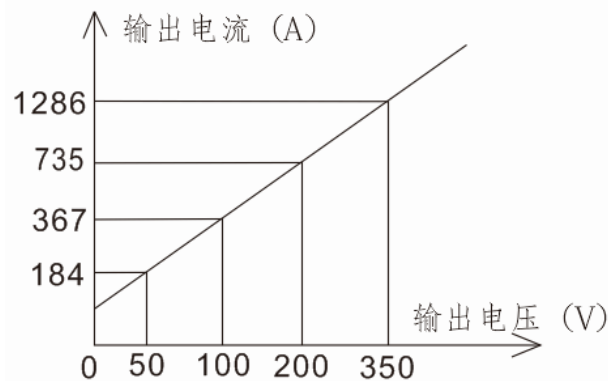

图 33 HMCXZW-450 变频电源装置负载能力
12.6.1 将散热板抽出，用晶体管测试仪对每块功放板进行耐压测试。功放板的布局如图 33、34 所示。有二种情况：一种耐压为零，一种耐压较低但不为零。